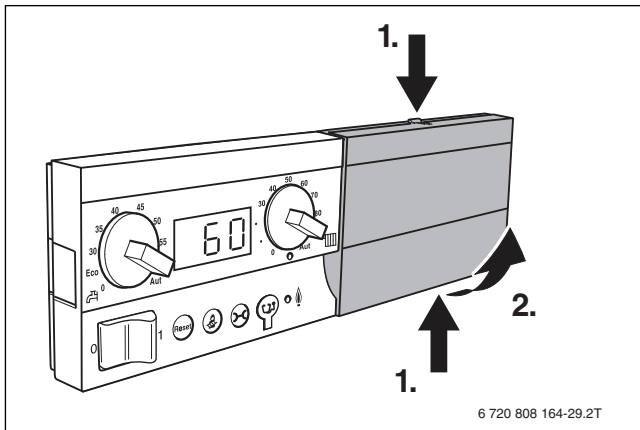

Bild 34 Blende abnehmen
- ▶ Entriegelungslaschen an der Blende oben und unten gleichzeitig drücken (→Bild 34, [1]).
- ▶ Blende in Pfeilrichtung von der Grundplatte nehmen (→ Bild 34, [2]).